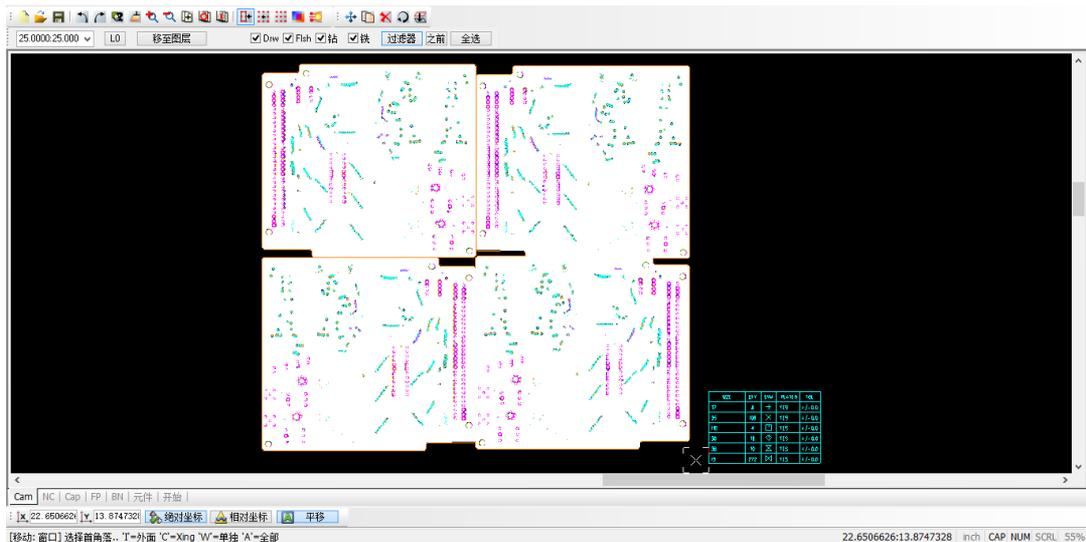

图 17-42 阻焊层显示效果
(13) 按<W>键，进入框选模式，然后框选整个四联片，则四联片中所有的 D22 类型的过孔均被选中且高亮显示，如图 17-42 所示。